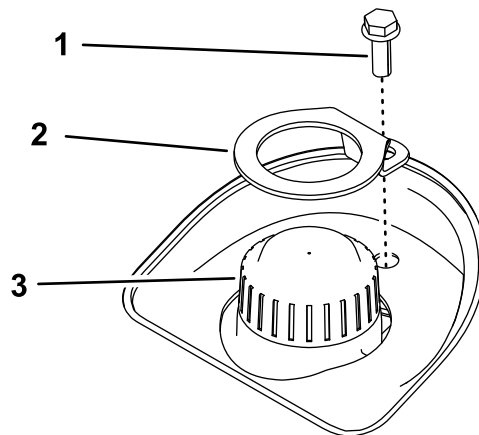

Figura 45
5. Si el nivel de aceite es bajo, retire el bloqueo del tapón y el tapón de la parte superior del depósito de expansión (Figura 45) y añada suficiente fluido hidráulico del tipo especificado para que llegue al nivel correcto.